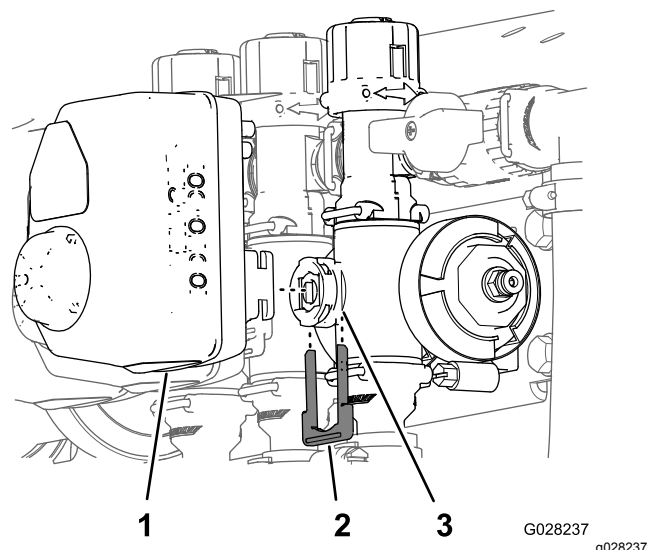

Рисунок 112
3. Снимите держатель, который крепит привод к коллекторному клапану управления нормой внесения, перемешивания, главному клапану секций или клапану секции (Рисунок 112).